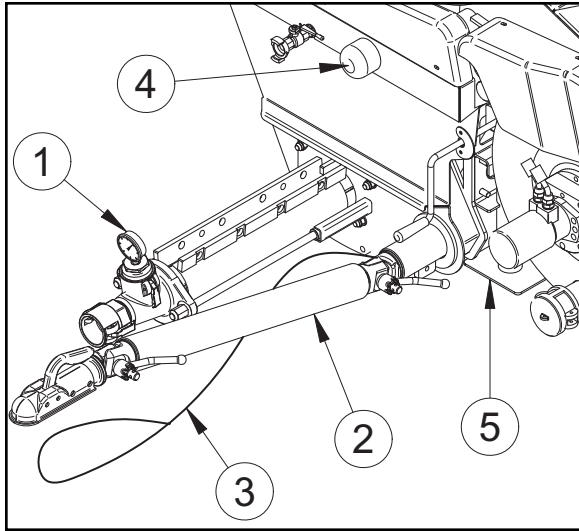

Fig. 2
! - Antes de desconectar las mangueras elimine la presión accionando la bomba de tornillo en sentido contrario: el manómetro (Fig. 2 Ref.1) debe indicar una presión de 0 bar.
Antes de remolcar la máquina, coloque correctamente el timón (fig. 2 ref. 2) de modo que, cuando la máquina esté en posición horizontal, el último elemento de enganche del timón se encuentre también en posición horizontal a la altura del enganche de remolque. Bloquee con fuerza todos los componentes del timón y enganche el cable de seguridad (fig. 2 ref.3) y el cable de los faros (fig. 2 ref.4). Levante y bloquee el pie estabilizador (fig. 2, ref.5), controle la presión de inflado de los neumáticos y el funcionamiento de los diferentes dispositivos luminosos, compruebe que no hayan quedado en la máquina elementos de la revocadora ni otros tipos de materiales (tamiz, bolsas de material, tubos, herramientas, etc.) y, en general, asegúrese de que la máquina se encuentre en orden.